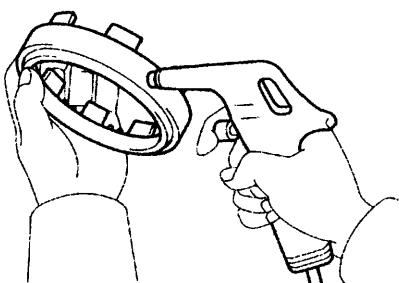
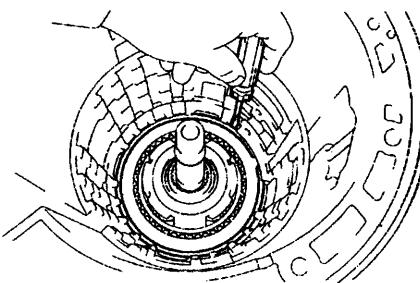

图 12-1-42
图 12-1-43
(49) 如图 12-1-42 所示，固定住 1 号制动活塞并向变速器壳中吹入 392kPa 的压缩空气，以便拆下 1 号制动活塞，并从 1 号制动活塞上拆下两个 O 形圈。注意：若活塞没有被吹出，则用尖嘴钳夹出活塞。
(50) 拆下 2 号制动盘。
①如图 12-1-43 所示，用螺丝刀从壳体上拆下卡环。